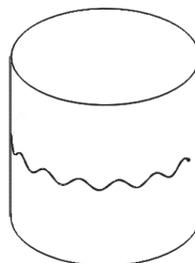

图5-28 第一个圆柱波浪曲线
- (6) 单击“确定”按钮，创建第一个半圆圈的圆柱波浪曲线，如图5-28所示。